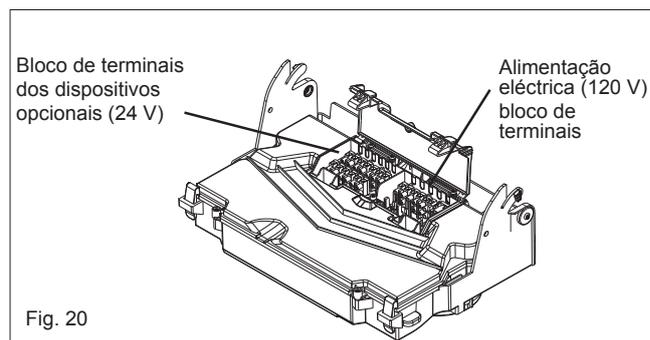

Fig. 20
O bloco de terminais do aparelho se localiza na parte de trás do painel de controlo. Remova a cobertura. Puxe gentilmente o painel de controlo para a frente e para baixo. Coloque a tampa do bloco de terminais (consulte a Fig. 20).
- Abra a tampa da caixa de conexões externa (Fig. 20).